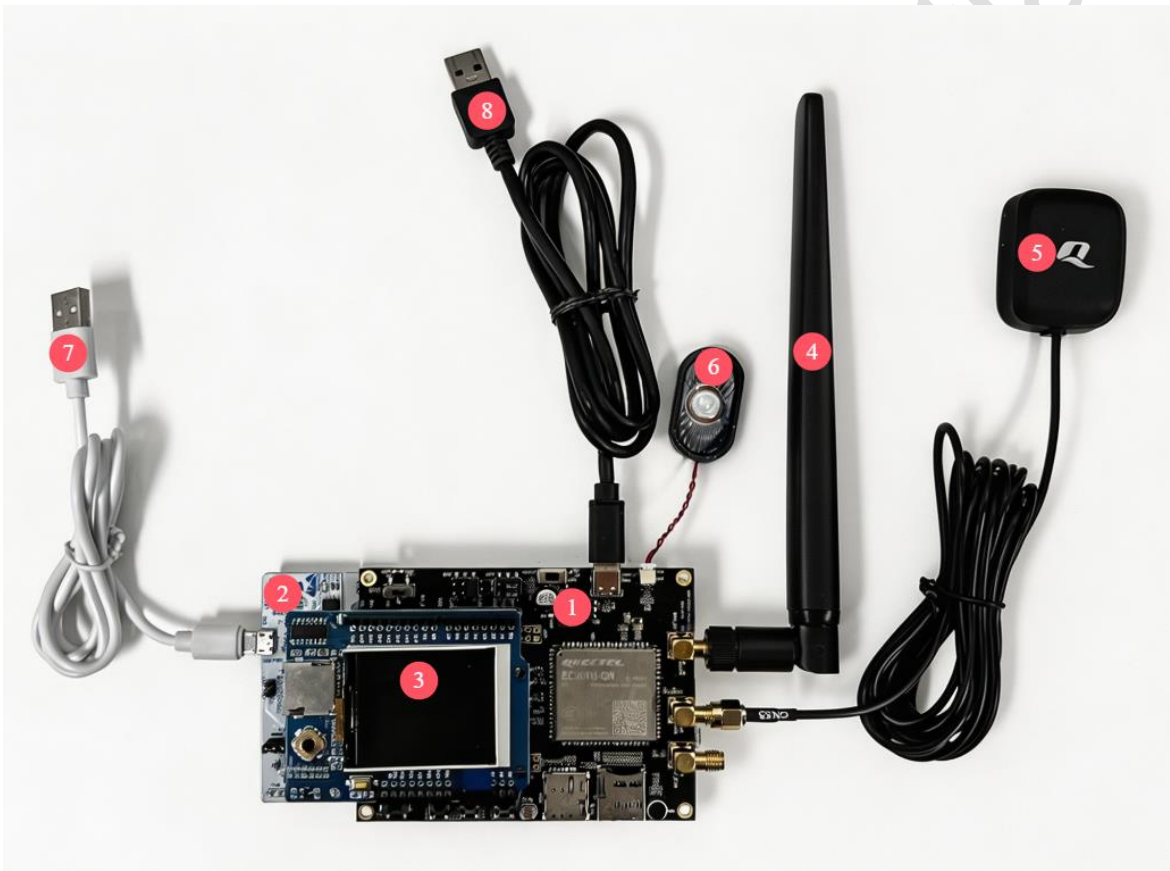

图 1: 配件组装
1. 如 2.1.4 章节, 组装好开发板, 如图 1-序号 1、2、3。
3. 连接 LTE 天线与 GNSS 天线, 如图 1-序号 4、5。
4. 无线蜂窝模组的电源供电有 3 种方式，J201，J401，J403 都可以作为电源输入口。S201 电源开关需要拨动到丝印 DC、USB 侧。我们选择其中一种方式：USB 接口（J401）连接电脑或者 USB（5V），如图 1-序号 8。
5. 使用 Micro USB 线连接 STM32 NUCLEO-F413ZH 开发板的与电脑，使用此口可以升级烧录 MCU 固件与功能测试，如图 1-序号 7。
使用 Micro USB 线连接 STM32 NUCLEO-F413ZH 开发板与电脑，使用此口进行功能测试。如图 1-序号 7。
使用 Type-c USB 线连接 STM32 NUCLEO-F413ZH 开发板的 J401 与电脑，如图 1-序号 8。使用此端口与模组进行通信。